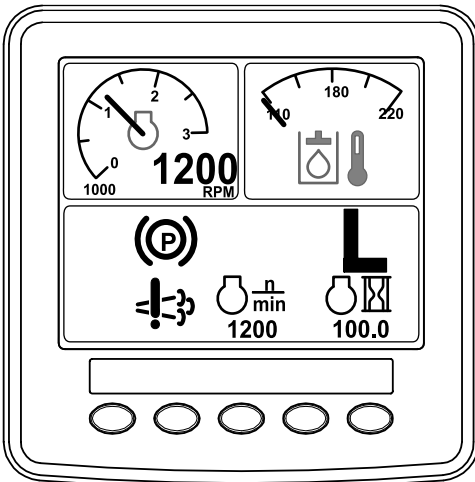

Bild 47
- Das Symbol für die Wiederherstellung-Regenerierung wird im InfoCenter angezeigt (Bild 47).